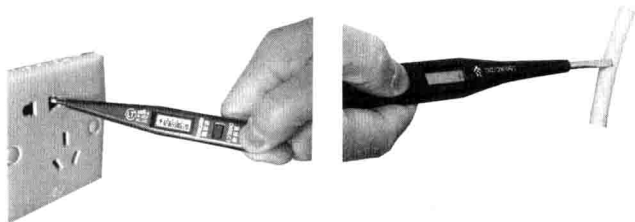

图 1-6 数字式感应电笔的使用
(1) 构造。数字式感应电笔由金属头、绝缘外壳、感应电路、数字显示表组成,面板上有指示灯(有一类无指示灯)、数字显示表、感应断点测检按键、直接测检按键等。
(2) 检测对象。直接检测 12V~220V 的交、直流电和间接检测交流电的零线、相线和断点。
(3) 使用方法及注意点,如图 1-6 所示。
①最后显示的数字为所测电压值。
②未到高段显示值的 70%时,显示低段值。
③测量直流电时应手碰负极。
④测量小于 12V 电压的物体是否带电,可用感应电极。
⑤带感应电的被测物必须接地或接零。
⑥用感应检测并排线时应增大电线之间的距离或用手按住被测物。
⑦不要同时按住两个电极进行测试,以免测检不准。